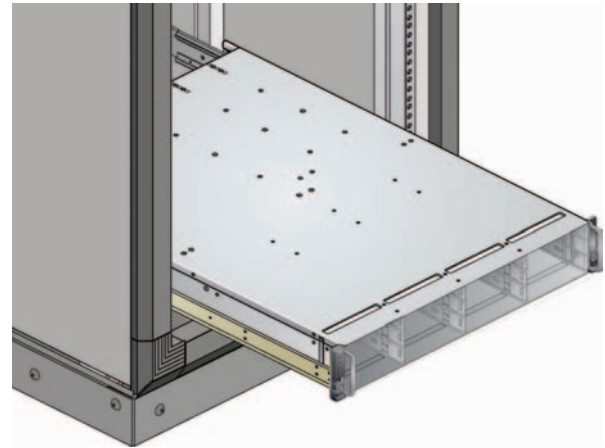

Figura 4: Montagem da estrutura num bastidor
5. Monte a estrutura no bastidor da seguinte forma (*consulte a Figura 4*):